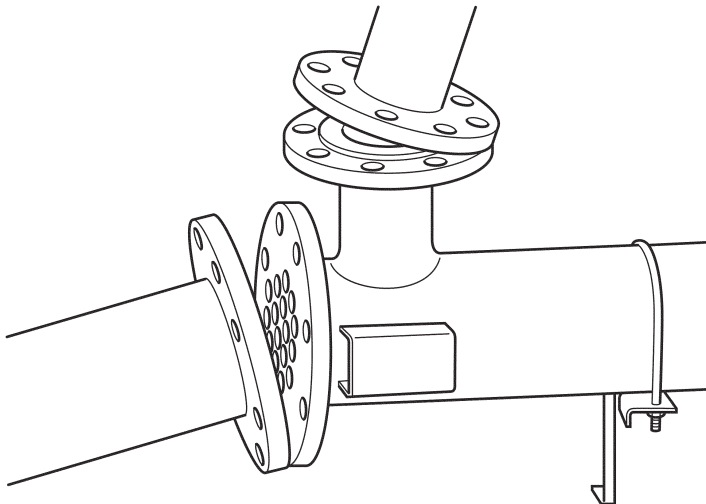

图7
4.8 确保换热器各个接口与外部管道均平整的连接（图7）。禁止强制将接口拧紧。